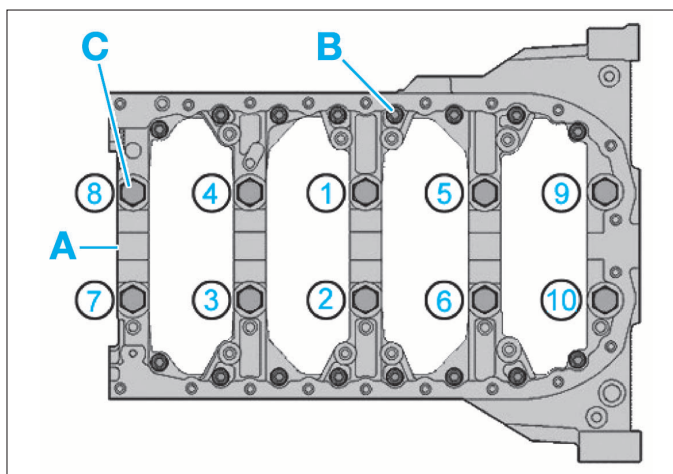

FIG. 64
- Mater les goupilles (3) en (4) pour les arrêter.
- Serrer les vis M11 (C) du carter (A) en respectant les couples et l'ordre de serrage puis serrer les vis M6 (B) au couple (Fig.64).